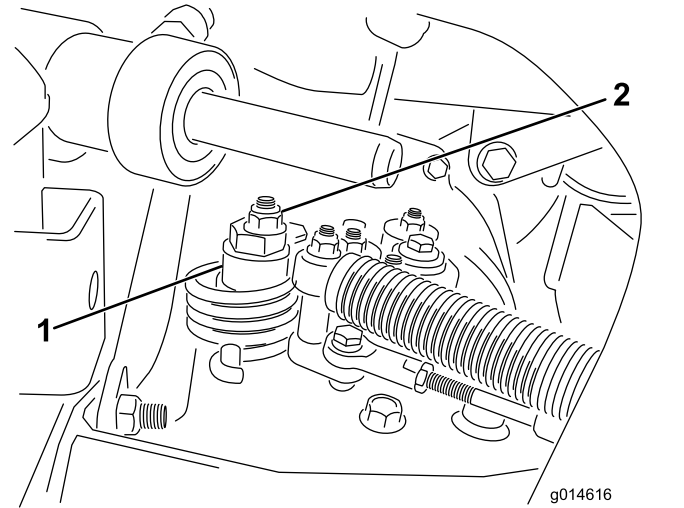

Bild 35
- A. Lösen Sie die Mutter, mit der der Exzenter oben am Hydrostat befestigt ist (**Bild 35**).
- C. Drehen Sie den Exzenter, bis kein Kriechen in jeder Richtung auftritt. Ziehen Sie die Schraube fest, wenn sich das Rad nicht mehr dreht, um den Exzenter und die Einstellung zu arretieren (**Bild 35**). Überprüfen Sie die Einstellung, wenn die Gasbedienung in der LANGSAM- und SCHNELL-Stellung ist.